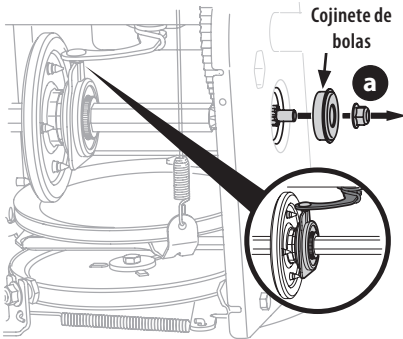

Figura 87
5. Extraiga con precaución la tuerca hexagonal (a) que sujeta el eje hexagonal al bastidor y golpee ligeramente el extremo del eje a fin de desplazar el cojinete de bolas del lado derecho del bastidor (Figura 87).
NOTA: Compruebe que el pasador de la palanca de cambios esté en su lugar en el alojamiento del cojinete (Figura 87, recuadro).